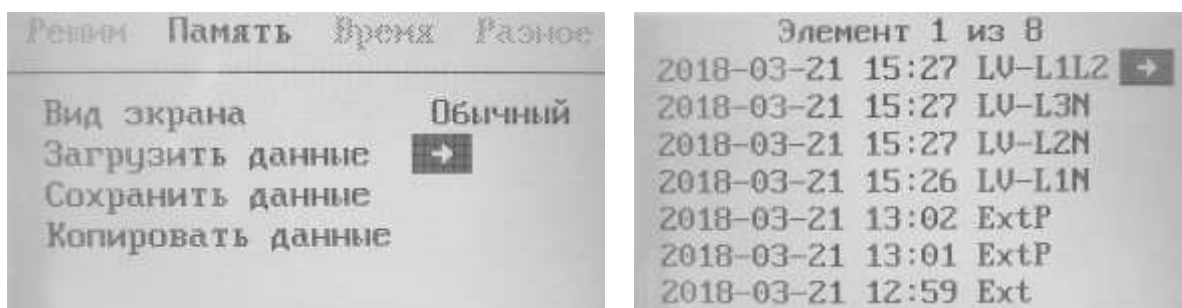

Рис. 24
- при необходимости сравнения текущей рефлектограммы с рефлектограммой из памяти необходимо проводить все те же операции, которые описаны для работы с оперативной памятью (раздел 6.4.2). Отличие состоит в том, что для загрузки данных из флеш памяти надо активизировать строку «Загрузка данных» (рис. 24), нажать кнопку «▶» и выбрать рефлектограмму из флеш памяти по времени, дате и режиму работы прибора (рис. 24).